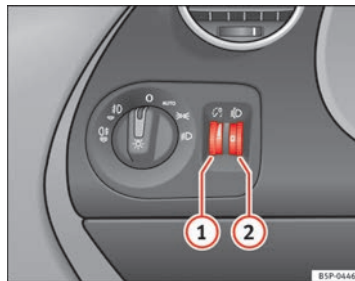

Fig. 72 Planche de bord : régulateurs d'éclairage des instruments et des commandes et du site des projecteurs
Lorsque l'éclairage est mis, la luminosité du rhéostat d'éclairage des instruments et des commandes peut toujours être réglée en tournant la molette ⇒ fig. 72 ①.